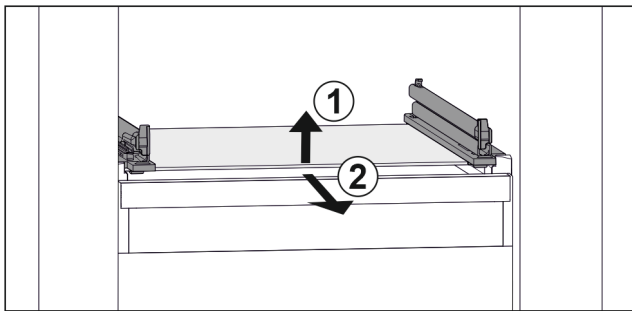

Fig. 153 Príklad zobrazenia sklenenej dosky
- ▶ Nadvihnite sklenenú dosku vpred. Fig. 153 (1)
- ▶ Odoberte sklenenú dosku dopredu. Fig. 153 (2)